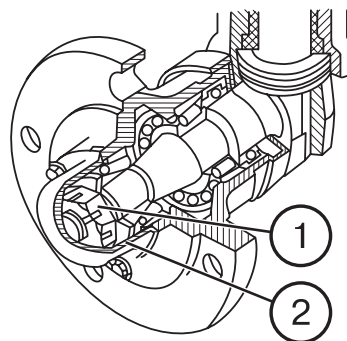

Рис. 59.
- а) отвинтите болты и снимите колпак 2 (рис. 59);